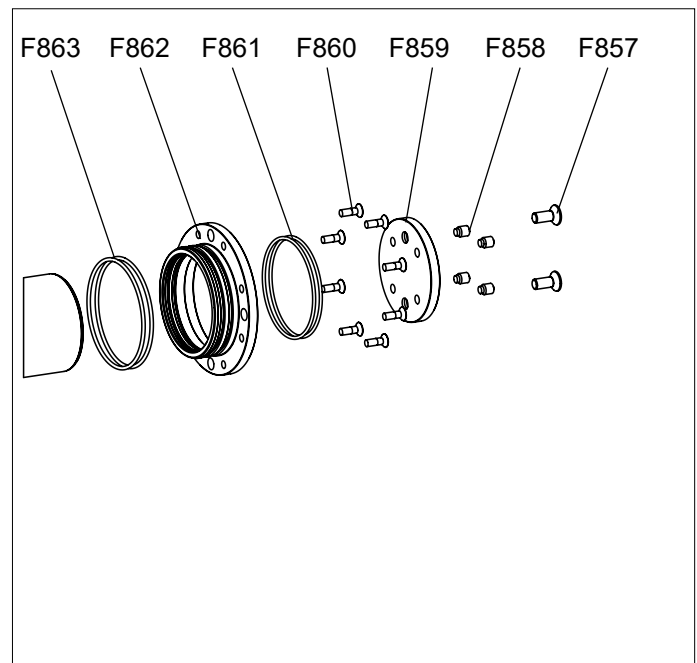

Fig. 2D
6. Retire los ocho tornillos de montaje del retenedor del o-ring inferior (F860) (consulte la Fig. 2D).